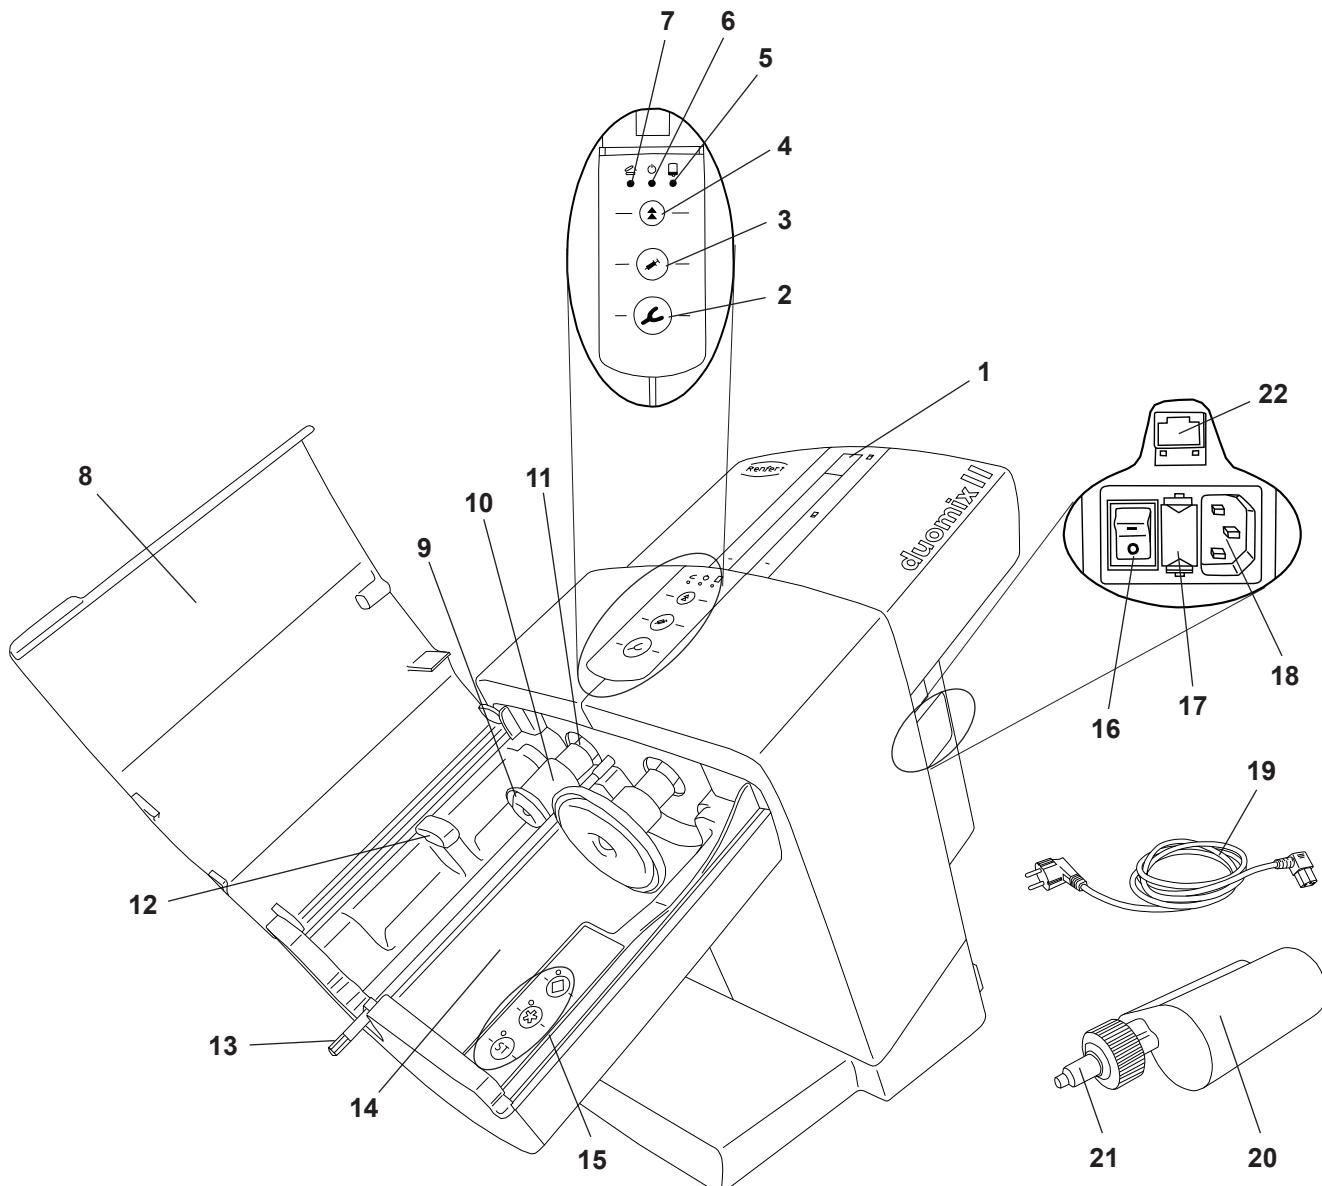

Fig. 1
- ⇒ Ligue o cabo de alimentação fornecido (19, Fig. 1) à entrada de alimentação (18).
- ⇒ Ligue a unidade usando o interruptor de alimentação (16).
- ⇒ Pressione o botão de retorno (4).
- ◆ As placas de impressão (9, Fig. 1) retornam à sua posição de saída e param.
- ⇒ Remova o dispositivo de retenção de transporte (23).
A inserção, assim como a troca de um cartucho, só é possível quando as duas placas de impressão (9, Fig. 1) estiverem em sua posição de saída.
- ⇒ Feche a tampa da unidade (8, Fig. 1).
- ⇒ Abra a tampa da unidade (8, Fig. 1).
- ⇒ Inserir o cartucho (20) no equipamento. Observe que o cartucho está localizado sob o dispositivo de extensão (12).
- ⇒ Selecione o programa de mistura (15), consulte também a seção 5.1.1. As informações sobre o programa de mistura encontram-se no cartucho na forma de um “asterisco” \* ou “diamante” ◆.
A tampa do aparelho só pode ser fechada quando o cartucho estiver inserido corretamente. Se a tampa do aparelho não estiver fechada corretamente, o LED vermelho “Abrir tampa do aparelho” (7, Fig. 1) se acenderá.
- ⇒ Pressionar e manter pressionado o botão de alimentação (2) ou (3):
- Moldeira (2), alta velocidade de impressão
- Dispenser (3), baixa velocidade de impressão
- ◆ O misturador hexagonal (13, Fig. 1) começa a girar e se insere automaticamente na ponta misturadora (21, Fig. 1) e depois para novamente.